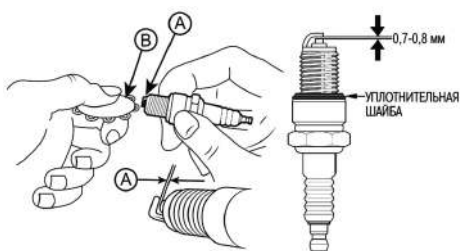

Рис. 22 Проверка зазора между электродами
- Измерьте зазор А между электродами свечи зажигания специальным щупом В. Зазор А должен быть 0,7-0,8 мм (Рис. 22). При увеличении или уменьшении требуемого зазора, рекомендуется заменить свечу, так как регулировка зазора может привести к изменению качества искрообразования.